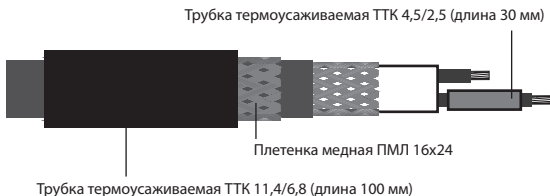

Рис. 3
- 5.7. На один конец нагревательного кабеля установить плетенку медную ПМЛ 16×24 длиной 140 мм и термоусаживаемую трубку ТТК 11,4/6,8 (длина 100 мм) (рис. 3); на другой конец – две термоусаживаемые трубки КУФ-190 12,7/6,4 (длиной 200 и 220 мм), термоусаживаемую трубку ТТК КУФ-190 12,7/6,4 (длина 190 мм), термоусаживаемую трубку КУФ-190 12,7/6,4 (длина 150 мм) (рис. 3а).
Рис. 3а
5.8. На изолированные токопроводящие жилы длиной 45 мм надеть термоусаживаемые трубки ТТК 4,5/2,5 (длина 30 мм) и сдвинуть их к оболочкам нагревательных кабелей (рис. 3, 3а).